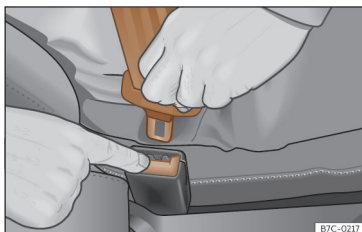

Fig. 22 Soltar a lingueta do fecho do cinto.
- Pressione o botão vermelho do fecho >>> Fig. 22. A lingueta saltará do fecho.